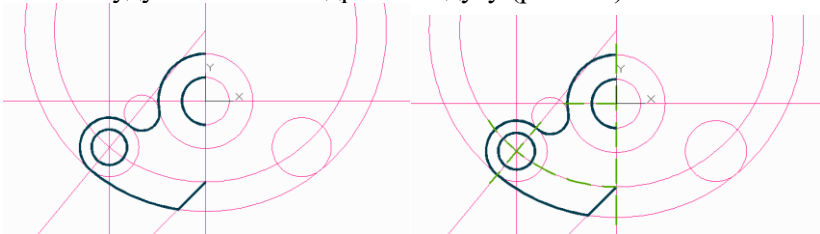

Рисунок 1.8 – Послідовність побудови графічної роботи «Плоский контур»
– обвести *Полілінією* коло радіусом 9 і половину кола радіусом 12 (рис. 1.8);
– побудувати осьові відрізки та дугу (рис. 1.8).